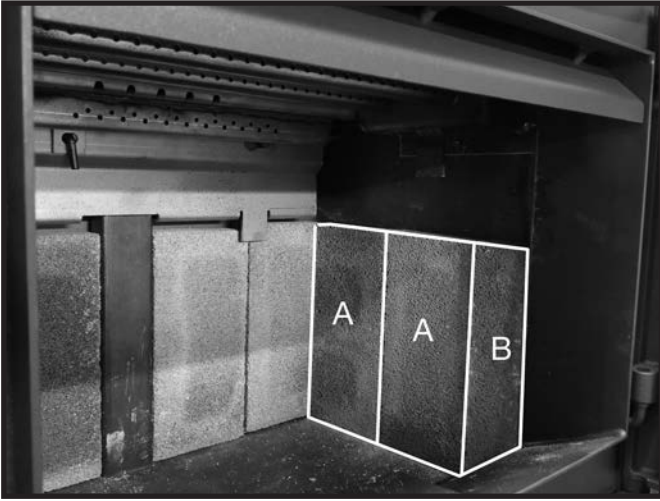

Figure 17: Les briques posées dans la partie inférieure du mur droit.
5. Placer une deuxième brique A puis une brique B sur le côté (Figure 17).